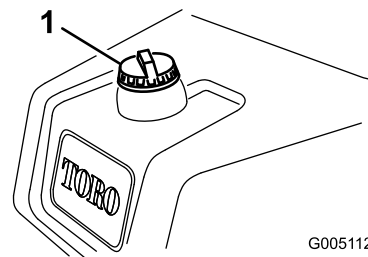

Figure 19
1. Nettoyez la surface autour du bouchon du réservoir et enlevez le bouchon (Figure 19).